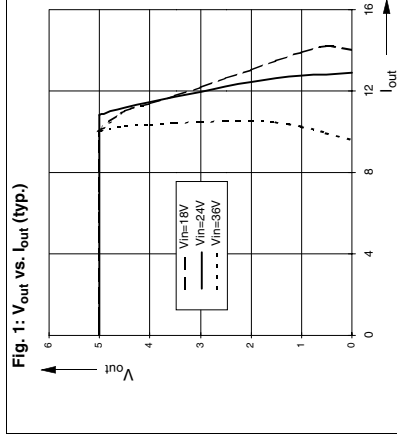

Fig. 1: Vout vs. Iout (typ.)
Eingangsspannung Vin <ul style="list-style-type: none"> <li>Nennwert 18-36 V DC</li> <li>kurzzeitig 16-40 V DC, zum Start min. 18 V</li> </ul> Eingangsstrom Iin bei Nennlast <ul style="list-style-type: none"> <li>Nennwert &lt; 1,5 A @ Vin = 36 V</li> <li>bei Leerlauf typ. 19 mA @ Vin = 18 V</li> <li>Einschalstrom typ. 5,1 A</li> </ul> Externe Absicherung nicht erforderlich (interne Eingangssicherung)	Nennspannung Vout 4,5...5,5 V DC d <ul style="list-style-type: none"> <li>voreingestellt 5,1 Va</li> <li>Regelgenauigkeit 1 %</li> <li>Restwelligkeitb &lt; 50 mVSS</li> </ul> Zul. Belastung Iout <ul style="list-style-type: none"> <li>bei Tamb=0°C - 60°C, Konvektionslüftung 8 A</li> <li>Strombegrenzung typ. 10-13 A, vgl. Fig. 1</li> <li>Verhalten bei Überlast/Kurzschluss kein Abschalten, Gerät läuft weiter</li> <li>Derating (Tamb=60°-70°C) typ. 1,5 W/K</li> </ul> Kennlinienverlauf: siehe Fig. 1 Parallelschaltung: möglich, keine gleichmäßige Lastaufteilung
Input Voltage Vin <ul style="list-style-type: none"> <li>Nominal 18-36 V DC</li> <li>short-term 16-40 V DC, min. 18 V for start</li> </ul> Input Current Iin at nominal load <ul style="list-style-type: none"> <li>Nominal &lt; 1,5 A @ Vin = 36 V</li> <li>no-load cond. &lt; 2,9 A @ Vin = 18 V</li> <li>inrush current typ. 19 mA</li> <li>typ. 5,1 A</li> </ul> External Fusing not necessary (internal input fuse)	Rated Voltage Vout 4,5...5,5 V DC d <ul style="list-style-type: none"> <li>Preset 5,1 Va</li> <li>Accuracy of regulation 1 %</li> <li>Ripple/Noiseb &lt; 50 mVPP</li> </ul> Permissible Load Iout <ul style="list-style-type: none"> <li>Tamb=0°C - 60°C, convection cooling 8 A</li> <li>Current limitation typ. 10-13 A (see curve in Fig. 1)</li> <li>Overload/Short circuit Continuous operation characteristic without shutdown</li> <li>Derating (Tamb=60°-70°C) typ. 1,5 W/K</li> </ul> Characteristic curve: see Fig. 1 Parallel operation: possible; no equal load sharing
Tension d'entrée Vin <ul style="list-style-type: none"> <li>Valeur nominale 18-36 V DC</li> <li>temporaire 16-40 V DC, min. 18 V</li> </ul> Courant d'entrée Iin (charge nominale) <ul style="list-style-type: none"> <li>Valeur nominale &lt; 1,5 A @ Vin = 36 V</li> <li>à vide typ. 19 mA @ Vin = 18 V</li> <li>à la mise en route typ. 5,1 A</li> </ul> Protection externe pas nécessaire (protection d'entrée interne)	Tension nominale Vout 4,5...5,5 V DC d <ul style="list-style-type: none"> <li>Précision 5,1 Va</li> <li>Précision du réglage 1 %</li> <li>Ondulation résiduelleb &lt; 50 mVPP</li> </ul> Charge autorisée Iout <ul style="list-style-type: none"> <li>Tamb=0°C - 60°C, réfrigération de convection 8 A</li> <li>Limitation de courant typ. 10-13 A, voir Fig. 1</li> <li>Comportement en cas de surcharge/court-circuit continu de fonctionnement</li> <li>Derating (Tamb=60°-70°C) typ. 1,5 W/K</li> </ul> Dérèglement de la caractéristique: voir Fig. 1 Montage en parallèle: possible; pas de répartition uniforme de la charge
<p>Tensión nominal Vout 4,5...5,5 V DCd 5,1 Va 1 % • precisión de regulación &lt; 50 mVpp • Ondulación residualb &lt; 50 mVpp</p> <p>Carga admisible Iout • Tamb=0°C - 60°C, refrigeración por convección 8 A • Limitación de corriente tip. 10-13 A, véase Fig. 1 • Compartamiento con sobrecarga/ cortocircuito sigue funcionando tip. 1,5 W/K</p> <p>Reducción de carga (Tamb=60°-70°C) tip. 1,5 W/K</p> <p>Curva característica: véase Fig. 1</p> <p>Conexión en paralelo: posible; la repartición de la carga no es uniforme</p> <p>Cables de conexiónc • cable flexible 0,5-4 mm2 (AWG=20-10) • cable rígido 0,5-6 mm2 (AWG=20-10) • retirar la cubierta aislante del cable 7 mm (no más!)</p> <p>Distancia para la refrigeración La temperatura de los laterales de la carcasa no debe exceder los 90° C (medidos directamente en el metal) Distancias recomendadas: • izquierda/derecha - / 15 mm (0,6 in) • arriba/abajo lado (0,98 in)</p> <p>Condiciones Ambientales Temperatura ambiente Tamb • Almacenamiento/ transporte -25°C...+85°C • Plena carga 0°C...60°C • Carga reducida 60°C...70°C</p> <p>Tipo de protección: IP20 (EN60529), Protección contra la humedad (y la formación de agua de condensación)!</p>	<p>Tensione nominale Vout 4,5...5,5 V DCd 5,1 Va 1 % • predisposto per la regolazione: &lt; 50 mVpp</p> <p>Carico ammissibile Iout • Tamb=0°C - 60°C, raffreddamento a convezione 8 A • Limitazione di corrente tip. 10-13 A, vedere Fig. 1 • Comportamento in caso di corto circuito l'apparecchio continua a dovuto a sovraccarico funzionare (Tamb=60°-70°C) tip. 1,5 W/K</p> <p>Curva di caratteristica d'uscita: vedere Fig. 1</p> <p>Collegamento in parallelo: possibile; mancanza di ripartizione di carico uniforme</p> <p>Conduttori di collegamentoc • cavi flessibili 0,5-4 mm2 (AWG=20-10) • cavi rigidi 0,5-6 mm2 (AWG=20-10) • scoprime 7 mm (non di più!)</p> <p>Dimensioni, Peso Lunghezza w 49 mm (1,93 in) Altezza h 124 mm (4,88 in) Larghezza d 102 mm + guida DIN (4,02 in + guida DIN) Peso 470 g (1,04 lbs)</p> <p>Norme, Approvazioni L'apparacchio è conforme a: Compatibilità elettromagnetica: (EN 55011, EN 55022, disturbi riconducibili alla linea Classe B, radiazioni Classe A), (resistenza a disturbi), VDE 0160/B2 (resistenza transienti)</p> <p>Certificazione CE secondo le direttive EMC e le direttive per bassa tensione.</p> <p>Note: a) se non indicato diversamente sull'apparecchio b) Modo singolo, 100 MHz di banda, misura 50Ω c) per ulteriori informazioni, far riferimento al supplemento "Instalazione e funzionamento" d) La regolazione avviene con potenziometro frontale. Per accedere al potenziometro (I), togliere la cuffia di protezione, quindi riposizionarla.</p>
<p>Tensione di ingresso Vin 18-36 V DC 16-40 V DC, min. 18 V per l'avviament • Valor nominal brevemente</p> <p>Corrente d'ingresso Iin (càrrega nominal) • Valor nominal &lt; 1,5 A @ Vin = 36 V &lt; 2,9 A @ Vin = 18 V • a vuoto tip. 19 mA • Corr. d'inserzione tip. 5,1 A</p> <p>Protezione esterna non necessario (protezione ingresso interna)</p> <p>Conduttori di collegamentoc • cavi flessibili 0,5-4 mm2 (AWG=20-10) • cavi rigidi 0,5-6 mm2 (AWG=20-10) • scoprime 7 mm (non di più!)</p> <p>Dimensioni, Peso Lunghezza w 49 mm (1,93 in) Altezza h 124 mm (4,88 in) Larghezza d 102 mm + guida DIN (4,02 in + guida DIN) Peso 470 g (1,04 lbs)</p> <p>Norme, Approvazioni L'apparacchio è conforme a: Compatibilità elettromagnetica: (EN 55011, EN 55022, disturbi riconducibili alla linea Classe B, radiazioni Classe A), (resistenza a disturbi), VDE 0160/B2 (resistenza transienti)</p> <p>Certificazione CE secondo le direttive EMC e le direttive per bassa tensione.</p> <p>Note: a) se non indicato diversamente sull'apparecchio b) Modo singolo, 100 MHz di banda, misura 50Ω c) per ulteriori informazioni, far riferimento al supplemento "Instalazione e funzionamento" d) La regolazione avviene con potenziometro frontale. Per accedere al potenziometro (I), togliere la cuffia di protezione, quindi riposizionarla.</p>	<p>Tensão de entrada Vin 18-36 V DC 16-40 V DC, min. 18 V o para a partida</p> <p>Corrente de entrada Iin com carga nominal • Nominal &lt; 1,5 A @ Vin = 36 V &lt; 2,9 A @ Vin = 18 V • com operação sem carga tip. 19 mA • Corrente de ligação tip. 5,1 A</p> <p>Proteção externa não necessária (proteção interna de entrada)</p> <p>Cabos dos conectoresc • cabos flexíveis 0,5-4 mm2 (AWG=20-10) • cabos sólidos 0,5-6 mm2 (AWG=20-10) • recomenda-se 7 mm (no máx.)</p> <p>Curva de característica: ver Fig. 1</p> <p>Operação paralela: possível, nenhum compartilhamento de cargas iguais</p> <p>Cabos dos conectoresc • cabos flexíveis 0,5-4 mm2 (AWG=20-10) • cabos sólidos 0,5-6 mm2 (AWG=20-10) • recomenda-se 6 mm (no máx.)</p> <p>Operação paralela: possível, nenhum compartilhamento de cargas iguais</p> <p>Normas Esta unidade está em conformidade com as seguintes normas: EMV: EN 55011, EN 55022, interferências relacionadas as linhas Classe B, irradiação Classe A), VDE 0160/B2 (Proteção transiente)</p> <p>Marcação CE em conformidade com a diretiva EMC e com a diretiva de baixa tensão.</p> <p>Observações: a) a não ser que especificado de outro modo na unidade b) operação única, largura de banda de 100 MHz, medição a 50Ω c) ver folha complementar "Instalação e Operação" para mais detalhes d) A configuração é feita por um potenciômetro frontal (Ⓢ). Para alcançar o potenciômetro, retire a tampa protetora e a substitua mais tarde.</p>
<p>Tensão de entrada Vin 18-36 V DC 16-40 V DC, min. 18 V o para a partida</p> <p>Corrente de entrada Iin com carga nominal • Nominal &lt; 1,5 A @ Vin = 36 V &lt; 2,9 A @ Vin = 18 V • com operação sem carga tip. 19 mA • Corrente de ligação tip. 5,1 A</p> <p>Proteção externa não necessária (proteção interna de entrada)</p> <p>Cabos dos conectoresc • cabos flexíveis 0,5-4 mm2 (AWG=20-10) • cabos sólidos 0,5-6 mm2 (AWG=20-10) • recomenda-se 7 mm (no máx.)</p> <p>Curva de característica: ver Fig. 1</p> <p>Operação paralela: possível, nenhum compartilhamento de cargas iguais</p> <p>Cabos dos conectoresc • cabos flexíveis 0,5-4 mm2 (AWG=20-10) • cabos sólidos 0,5-6 mm2 (AWG=20-10) • recomenda-se 6 mm (no máx.)</p> <p>Operação paralela: possível, nenhum compartilhamento de cargas iguais</p> <p>Normas Esta unidade está em conformidade com as seguintes normas: EMV: EN 55011, EN 55022, interferências relacionadas as linhas Classe B, irradiação Classe A), VDE 0160/B2 (Proteção transiente)</p> <p>Marcação CE em conformidade com a diretiva EMC e com a diretiva de baixa tensão.</p> <p>Observações: a) a não ser que especificado de outro modo na unidade b) operação única, largura de banda de 100 MHz, medição a 50Ω c) ver folha complementar "Instalação e Operação" para mais detalhes d) A configuração é feita por um potenciômetro frontal (Ⓢ). Para alcançar o potenciômetro, retire a tampa protetora e a substitua mais tarde.</p>	<p>Tensão nominal Vout 4,5...5,5 V DCd 5,1 Va 1 % • Precisão da regulagem &lt; 50 mVss • Ondulação residualb &lt; 50 mVss</p> <p>Carga permissível Iout • Tamb=0°C - 60°C, Ventilação por convecção 8 A • Limitação de corrente tip. 10-13 A, ver Fig. 1 • Sobrecarga/Curto-circuito sem desligamento da unidade, característica de operação contínua tip. 1,5 W/K</p> <p>Derating (Tamb=60°-70°C) tip. 1,5 W/K</p> <p>Curva característica: ver Fig. 1</p> <p>Operação paralela: possível, nenhum compartilhamento de cargas iguais</p> <p>Cabos dos conectoresc • cabos flexíveis 0,5-4 mm2 (AWG=20-10) • cabos sólidos 0,5-6 mm2 (AWG=20-10) • recomenda-se 6 mm (no máx.)</p> <p>Operação paralela: possível, nenhum compartilhamento de cargas iguais</p> <p>Normas Esta unidade está em conformidade com as seguintes normas: EMV: EN 55011, EN 55022, interferências relacionadas as linhas Classe B, irradiação Classe A), VDE 0160/B2 (Proteção transiente)</p> <p>Marcação CE em conformidade com a diretiva EMC e com a diretiva de baixa tensão.</p> <p>Observações: a) a não ser que especificado de outro modo na unidade b) operação única, largura de banda de 100 MHz, medição a 50Ω c) ver folha complementar "Instalação e Operação" para mais detalhes d) A configuração é feita por um potenciômetro frontal (Ⓢ). Para alcançar o potenciômetro, retire a tampa protetora e a substitua mais tarde.</p>